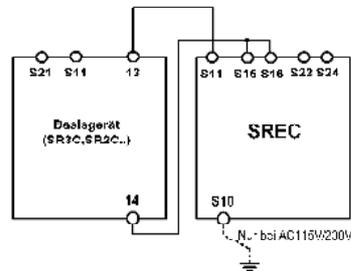

Abb. 4: Anschluss SREC an Basisgerät
Je nach Anwendung ist das Gerät entsprechend den Abb. 4 bis 9 mit einem ZANDER Basisgerät zu verdrahten.
Zwei Leitungen an S23 und S24 werden für die Rückmeldung / Fehlerüberwachung benötigt. Die Verdrahtung dieser ist abhängig von der Anwendung, gemäß Fig. 3 bzw. Fig. 4 vorzunehmen. Ein Fehler im SREC verhindert hierdurch den erneuten Start der gesamten Sicherheitskette. Neben internen Fehlern werden auch Masseschlüsse in den Steuerleitungen erkannt.
Die Rückführkreise (S23-S24) der einzelnen Erweiterungsgeräte müssen mit dem Start des Basisgerätes in Serie geschaltet werden (Vgl. Fig.3 bzw. Fig. 4)
- SREC verdrahten:** Verdrahten Sie das SREC entsprechend Ihrer Anwendung mit dem ZANDER Basisgerät (siehe Abb. 4 bis 5).